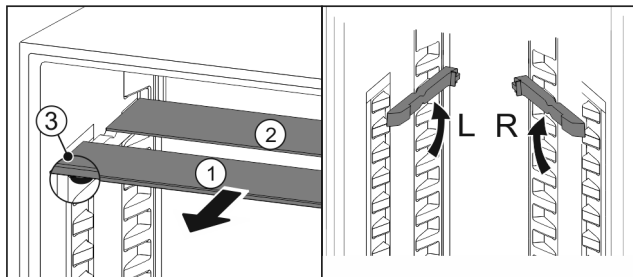

Fig. 177
- ▶ Skleněné desky jednotlivě vytáhněte dopředu Fig. 177 (1).
- ▷ Skleněná deska Fig. 177 (1) s ozdobnou lištou leží vpředu.
- ▷ Zarážky Fig. 177 (3) směřují dolů.